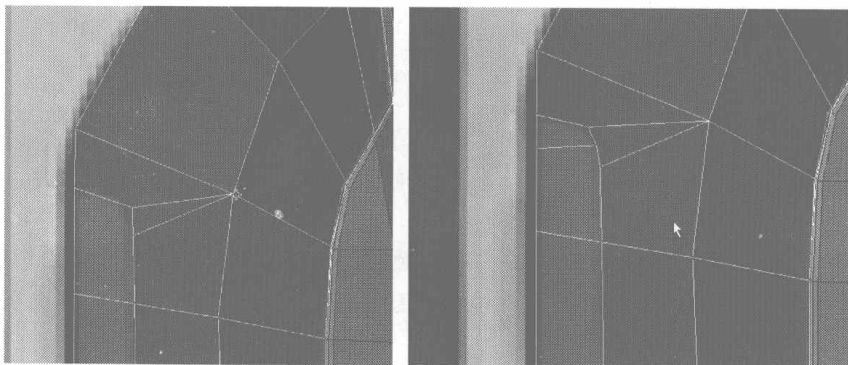

图 4.155
- 03** 结合四视图调整添加边线后的节点, 在 Left 视图中用 Cut 命令在手机外壳侧面的左上角添加如图 4.155 所示的细分线, 并调整节点。